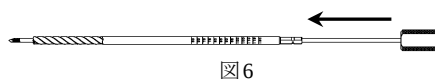

図 6
- 6.7 中空ドリル使用後、3.2 ガイドピンが中空ドリルから抜けなくなってしまう場合は、ドリル後端からガイドピンプッシャーを挿入し、ガイドピン後端を押し、除去します。(図 6)